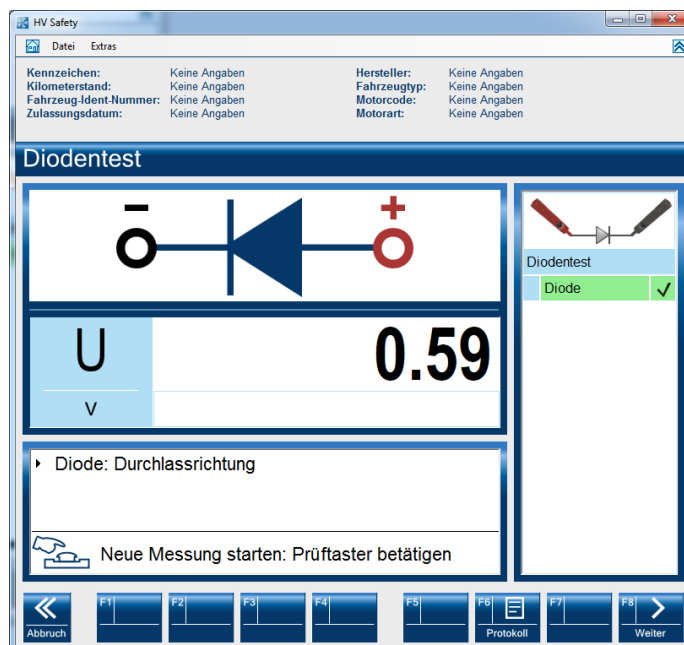

Abb. 3-7
6. Das Messergebnis wird dargestellt, siehe Abb. 3-7.